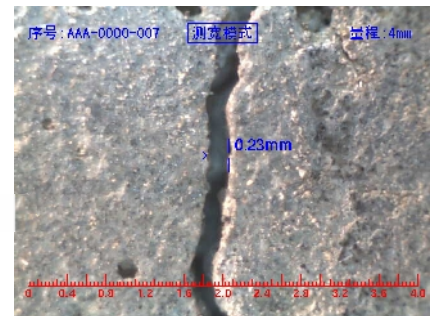

图2
(4) 裂缝捕捉及测量：直接将探头紧靠被测裂缝的两端，即可在液晶显示屏上看到被放大的裂缝，微调探头使裂缝与扫描线垂直交叉，程序将自动捕捉到屏幕中与蓝色扫描基线交叉的裂缝，与裂缝平行的2条蓝色垂线将自动锁定该裂缝2侧的边缘，程序将自动计算并实时显示裂缝的宽度数值（如屏幕中有多条裂缝与蓝色扫描基线交叉，则程序将优先读取靠近屏幕中心的裂缝）。顺裂缝发展方向移动探头，扫描线将实时显示所扫描到的裂缝宽度（如图2）。
(5) 保存：首先通过上下左右按键设置所需的裂缝编号，在测量状态按下主机上或探头顶部的“保存”键，指示灯闪亮表示拍照成功。照片将以所设置的编号为命名并存储到主机中，同时裂缝编号值自动加1；用户可在主机上浏览所储存的照片或通过随机附带的MINI USB线下载照片到电脑上。
(6) 浏览存储的照片：通过左右箭头按键选择“图片查看”图标，按“确认”键。所有储存的照片将以缩略图显示，通过上下左右箭头浏览所储存的照片，按“确认”键可放大单张照片到全屏幕显示，再按一下“确认”可返回到缩略图状态。按“取消”键回到主界面。
(7) 数据传输：在开机的情况下将主机和电脑通过随机提供的USB线连接。电脑上会自动显示所有存储的照片（按编号命名），用户可下载所需照片或对照片进行浏览、编辑、删除。
(8) 仪器校验：该仪器出厂前已经标定好，同时主机带有经过计量认证部门检验过的宽度标准刻度板一块，上面刻有标准宽度为0.01、0.02、0.10、1.00和2.00mm的刻度线。将探头放在不同宽度的刻度线上，屏幕上自动显示相应的刻度线宽度。当误差小于 $\pm 0.01\text{mm}$ 时，仪器方可正常使用。（误差超过 $\pm 0.01\text{mm}$ 时，请将仪器送回厂家重新校验）。